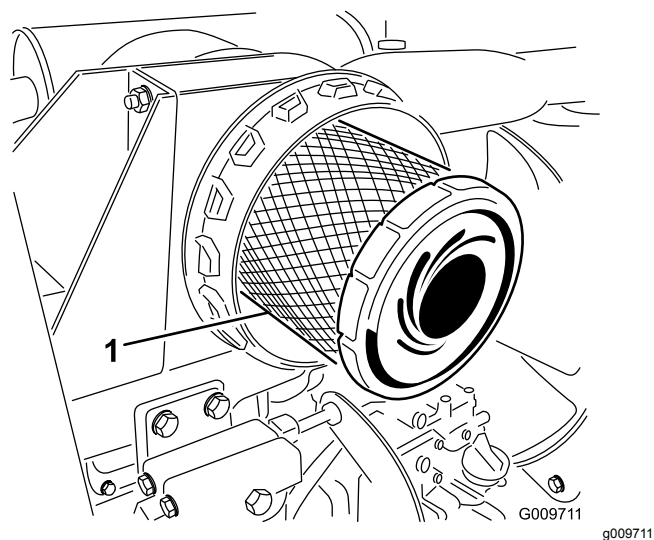

Figura 31
3. Retire y cambie el filtro primario (Figura 31).